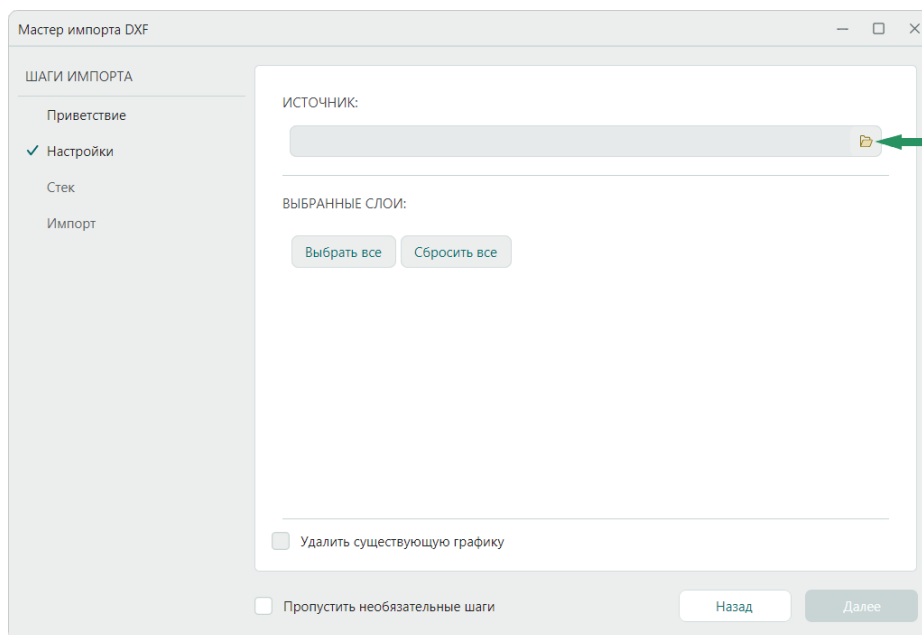

Рис. 6 Выбор файла для импорта .dxf
2. Перейдите к выбору файла для импорта с помощью символа  в поле «Источник», см. Рис. 6.